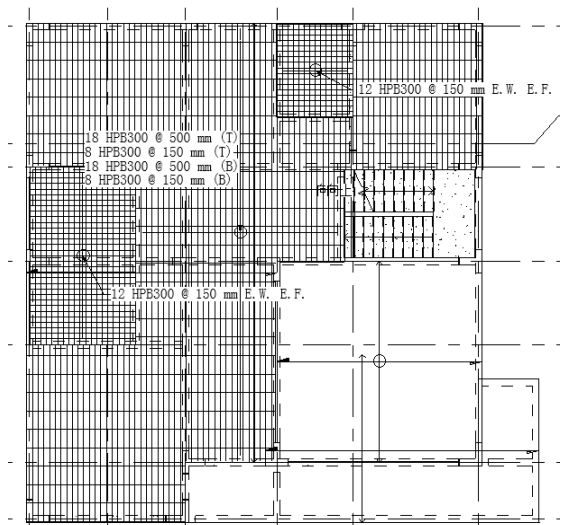

图 13-107 创建 110mm 楼板钢筋
(11) 单击“属性”选项板中“视图可见性状态”栏中的“编辑”按钮，打开“钢筋图元视图可见性状态”对话框，勾选“结构平面 2F”栏中的“清晰的视图”复选框，其他采用默认设置，单击“确定”按钮，使钢筋在 2F 结构楼层中可见。
(12) 单击“修改|创建钢筋边界”选项卡“模式”面板中的“完成编辑模式”按钮，完成 110mm 楼板上钢筋的创建，如图 13-107 所示。
(13) 单击“结构”选项卡“钢筋”面板中的“面积”按钮，选择 2F 楼层厚度为 120mm 楼板放置钢筋网区域。